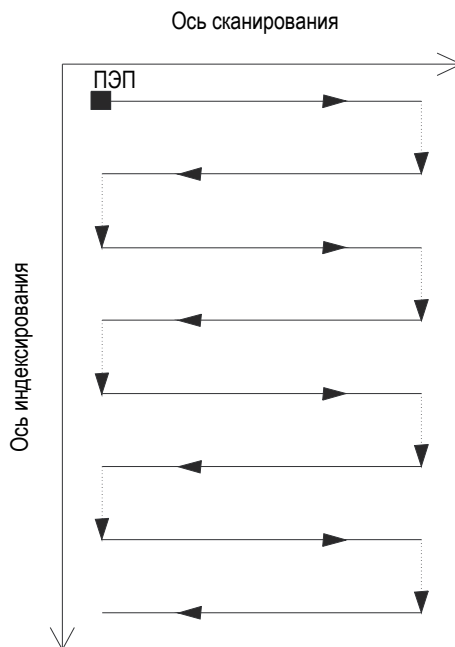

Рис. 5-4 Двухнаправленное поверхностное сканирование
При поверхностном сканировании используется две оси: (1) ось сканирования, которая представляет механическую ось линий сканирования и (2) ось индексирования, которая представляет механическую ось перемещения между линиями сканирования. В конце каждого скана по оси сканирования, положение вдоль оси индексирования увеличивается на 1 единицу. Сбор данных при двунаправленном сканировании выполняется в прямом и обратном направлениях, вдоль оси сканирования, как показано на Рис. 5-4 на стр. 166.